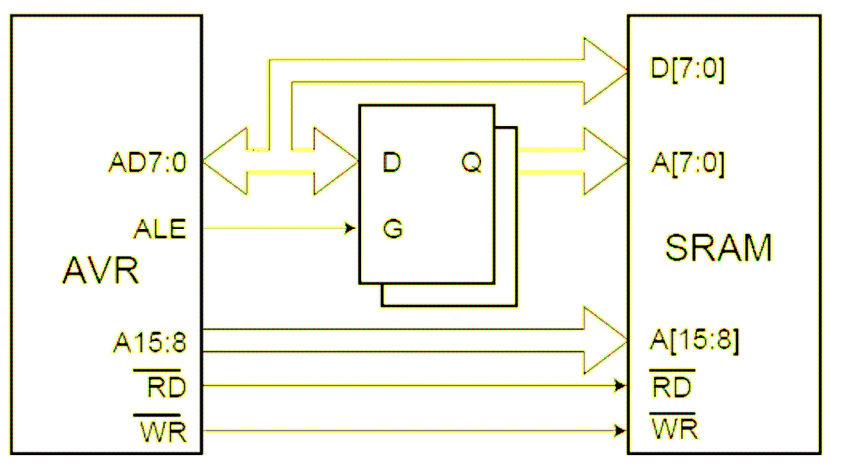

Figura 6.7. Schema bloc de conectare a unei memorii externe la un Atmega64
**MC AVR pe 8 biți Atmega64** admite lucrul cu magistrală externă pentru cuplarea unei memorii externe printr-o interfață internă specială numită XMEM. Magistrala externă este pe 8 biți de date și 16 biți de adresă astfel: PA0- AD0... PA7-AD7, PC0-A8...PC7-A15, PG0-/WR, PG1-/RD, PG2-ALE. Datele sunt multiplexate cu adresele pe portul PA. O schemă bloc de conectare a unei memorii externe este dată în figura 6.7.